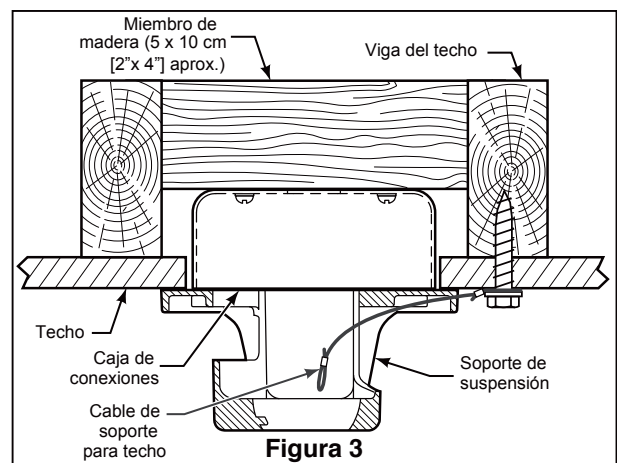

Figura 3
3. Afloje los dos tornillos de fijación del soporte del barral de soporte para techo a través de la varilla. Introduzca los cables de color negro/blanco, azul, rojo, gris, amarillo cables y cable de seguridad a través de la varilla. (Figura 3)
1. Perfore un orificio de 1/4" en la estructura del edificio para evitar grietas con la instalación del tornillo de intervalo. Utilice el tornillo de intervalo de 3/8"x 2" y la arandela plana para fijar el cable de seguridad a la viga del techo o a la estructura de madera. Dicho tornillo pasará a través de arandela plana, la presilla del cable de seguridad y se fijará en la estructura del edificio. (Figura 3)
NOTA: el cable de soporte para techo no se puede asegurar solamente a la caja de conexiones; se debe asegurar directamente a la viga de techo o miembro estructural con el tornillo de cabeza cuadrada de 3/8"x2" y la arandela plana. (Figura 3)
2. Realice las conexiones de cables al bloque del terminal como se muestra en la Figura 3.